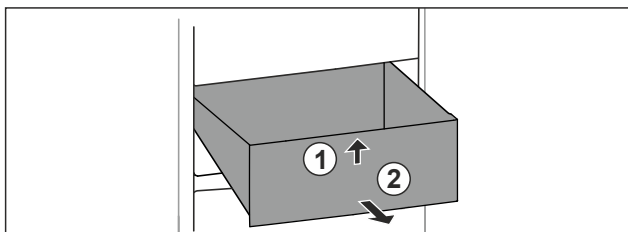

Fig. 26
- ▶ Nadvihnite zásuvku vpredu. Fig. 26 (1)
- ▶ Odoberte zásuvku dopredu. Fig. 26 (2)